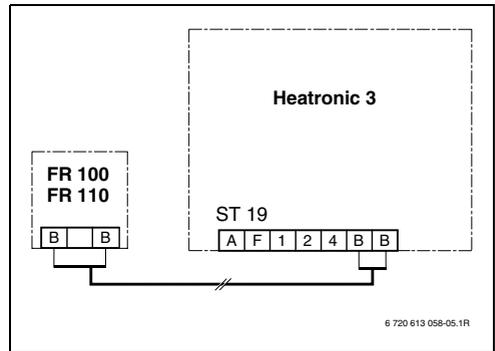
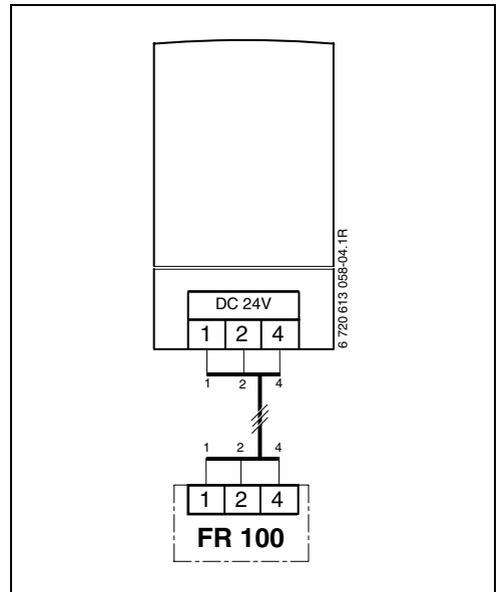

Bild 9 Regler an der BUS-fähigen Heatronic 3 angeschlossen.
Bild 11 FR 100 über die analoge 1-2-4-Schnittstelle angeschlossen.
- Elektrischen Anschluss ausführen (Bild 9 auf Seite 12 oder Bild 11 auf Seite 13).